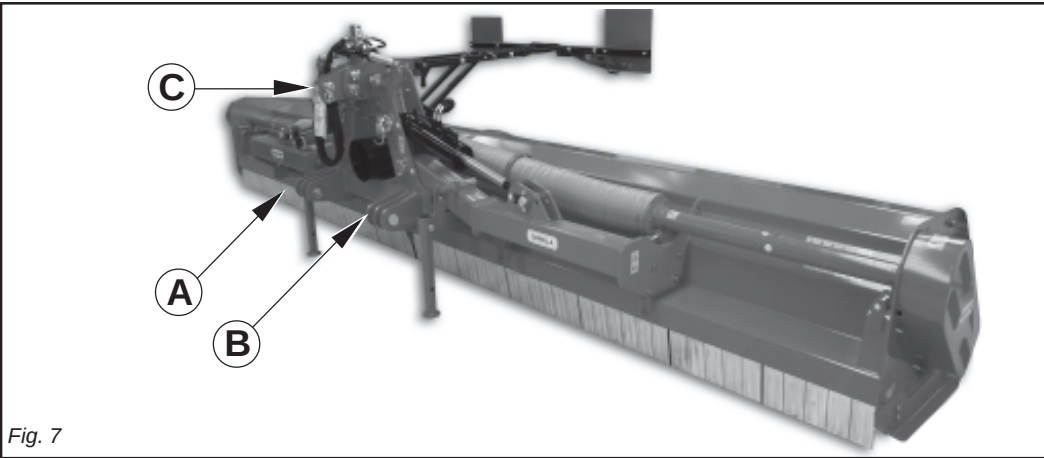

Fig. 7
- 1- Accostare le barre del sollevatore ponendole all'interno delle piastre (A-B-C Fig. 7), inserire il perno nel foro predisposto e bloccare con le copiglie a scatto.
- 4 - Collegare il terzo punto superiore (C Fig. 7) ed effettuare una corretta regolazione con il tirante, verificando che il piano superiore della macchina risulti parallelo al piano terra.
- 1- *Near the lift bars, setting them in the most suitable plates (A-B-C Fig. 7). Insert the pin into the relative hole and lock in place with the snap-in split pins.*
- 4 - *Connect the upper third-point (C Fig. 7) and correctly regulate by means of the adjuster, checking that the upper surface of the machine is parallel to the ground. This is very important since it achieves parallelism between the axis of the machine and that of the tractor pto.*
- 1- Approchez les barres du relevage en les plaçant à l'intérieur des plaques les plus appropriées (A-B-C Fig. 7), introduisez l'axe dans le trou correspondant débloquez par les goupilles à encastrement.
- 4 - Reliez le troisième point supérieur (C Fig. 7) et réglez correctement à l'aide du tirant. Assurez-vous que le plan supérieur de la machine soit pratiquement parallèle au terrain. Ceci est très important en vue d'obtenir le parallélisme entre l'axe de la houe et celui de la prise de force du tracteur.
- 1- *Die Lenker des Krafthebers annähern und in die am besten geeigneten Platten schieben (A-B-C Abb. 7). Den Bolzen in das Loch stecken und mit dem einrastenden Splint blockieren.*
- 4 - *Den oberen Kupplungspunkt (C Abb. 7) anschließen und den oberen Lenker korrekt einstellen. Sicherstellen, daß die obere Haubenkante der Maschine parallel zum Boden steht. Das ist sehr wichtig, um die Parallelität zwischen der Achse der Maschine und der der Schlepper-Zapfwelle zu erhalten. Wenn diese Parallelität gegeben ist, wird die Zapfwelle weniger belastet und das Leben von Gelenkwelle und Gerät wird verlängert.*
- 1- Acercar las barras del elevador poniéndolas dentro de las placas más indicadas (A-B-C Fig. 7), introducir el perno en el orificio y bloquear con los pasadores de resorte.
- 4 - Conectar el tercer punto superior (C Fig. 7) y efectuar una correcta regulación con el tirante de regulación controlando que el plano superior de la máquina resulte paralelo al plano al nivel del suelo. Esto es muy importante para obtener paralelismo entre el eje de la máquina y el eje de la toma de fuerza del tractor. Esto permite limitar los esfuerzos sobre la toma de fuerza misma y hacer durar el árbol cardánico y la máquina misma.